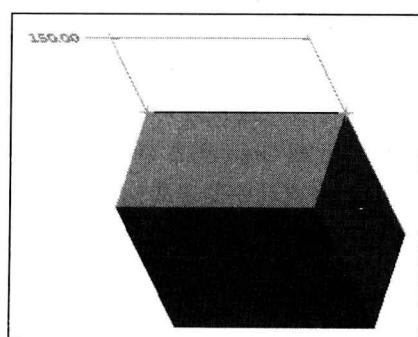

图 1-7
Step 04 按住“Shift”键对尺寸线进行拖动，此时系统自动将尺寸线进行锁定，拖动鼠标只会移动尺寸线，如图 1-7 所示。